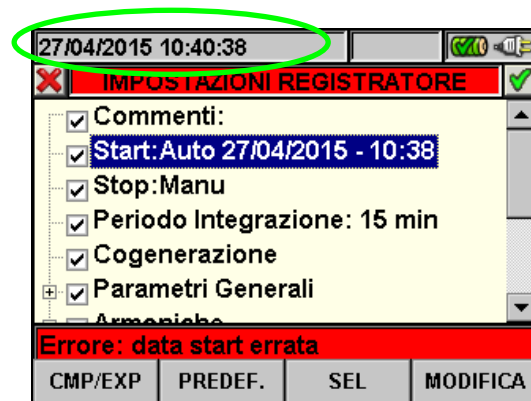

Fig. 82: Data/Ora non corretta
3. Premere i tasti **SAVE** o **ENTER** (o la smart icon ) per salvare ogni impostazione eseguita. In caso di errata impostazione lo strumento fornisce la videata di errore riportata in Fig. 82. Premere il tasto **F4** (oppure **MODIFICA** a display) e ripetere le operazioni del punto 2 inserendo una data/ora coerente. In queste condizioni il tasto **SAVE** non ha alcun effetto fino al ripristino della corretta operazione.